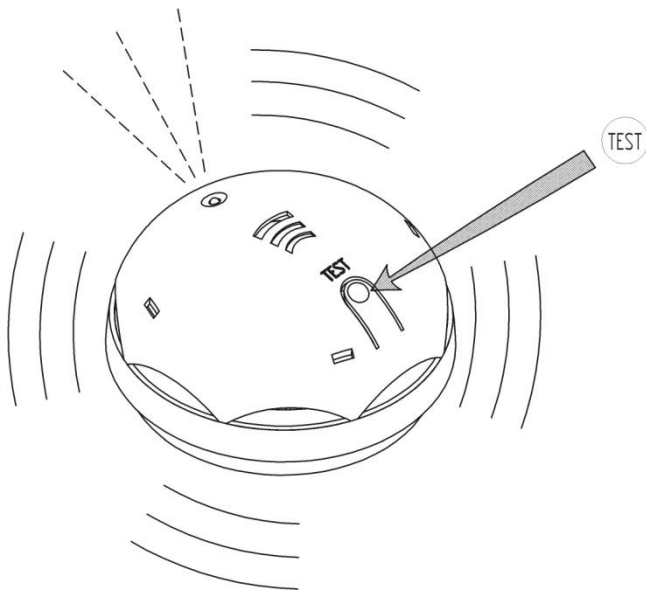

Рис.3. Проведення тестування сигналізатора
5.4.2 Натиснути і утримувати протягом 3-5 секунд кнопку TEST. Повинен часто заблимати оптичний індикатор та прозвучати переривчастий звуковий сигнал. Після відпускання кнопки звукові та світлові сигнали припиняються (дивись Рис.3).